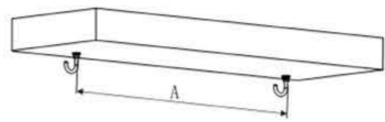

图9
- 1、用电钻在天花板钻两个大小及相对位置合适的孔，并且确定两个孔位形成的直线与墙面平行，在两个孔内钉入两只拉爆顶钩。（如图9）